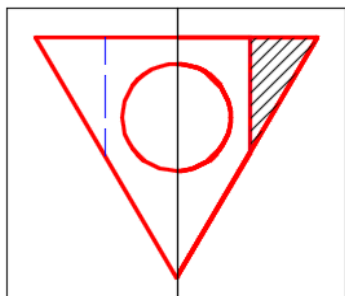

Рис. 28
- б) для вариантов с прямоугольными и трапециевидальными отверстиями (варианты 9 - 27) изменить размеры рамок видового экрана вида сверху и горизонтального разреза, оставив ровно их половину, так вид и разрез должны быть представлены в виде половины и разделены осью симметрии по причине отсутствия рёбер, которые проецируются линию деления вида и разреза (рис. 28, 29).